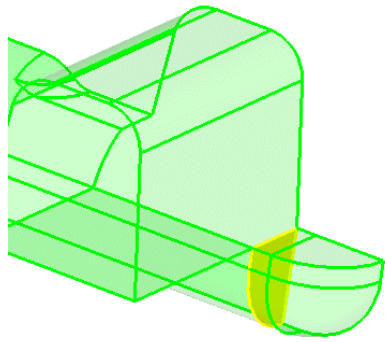

图 5-3 分割实体
(5) 单击 trim 按钮产生一个分割面，模型被分割成两个部分，如图 5-3 所示。